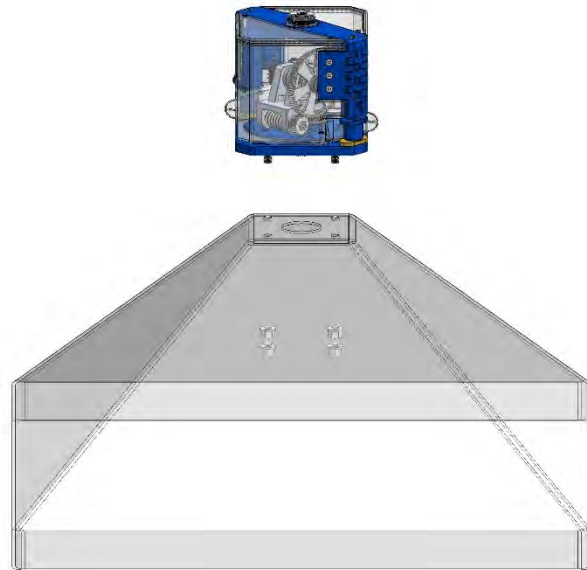

Figura 10
4. Posizionare il Twister sull'estremità superiore della cappa. Assicurarsi che i grani presenti sulla base del Twister vengano inseriti nei fori corrispondenti. Figura 10;